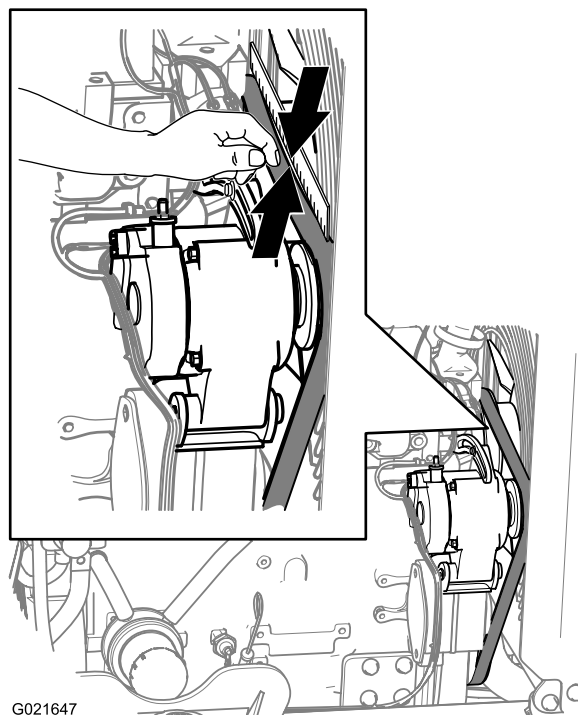

Рисунок 142
3. Осмотрите ремень на наличие порезов, трещин, ослабленных нитей корда, масла, перекручивания или признаков чрезмерного износа (Рисунок 142).
3. Установите проверочную линейку на приводной ремень и шкивы, как показано на Рисунок 142.
4. Нажмите на ремень вниз в точке, расположенной посередине между шкивом вентилятора и шкивом генератора, как показано на Рисунок 142.